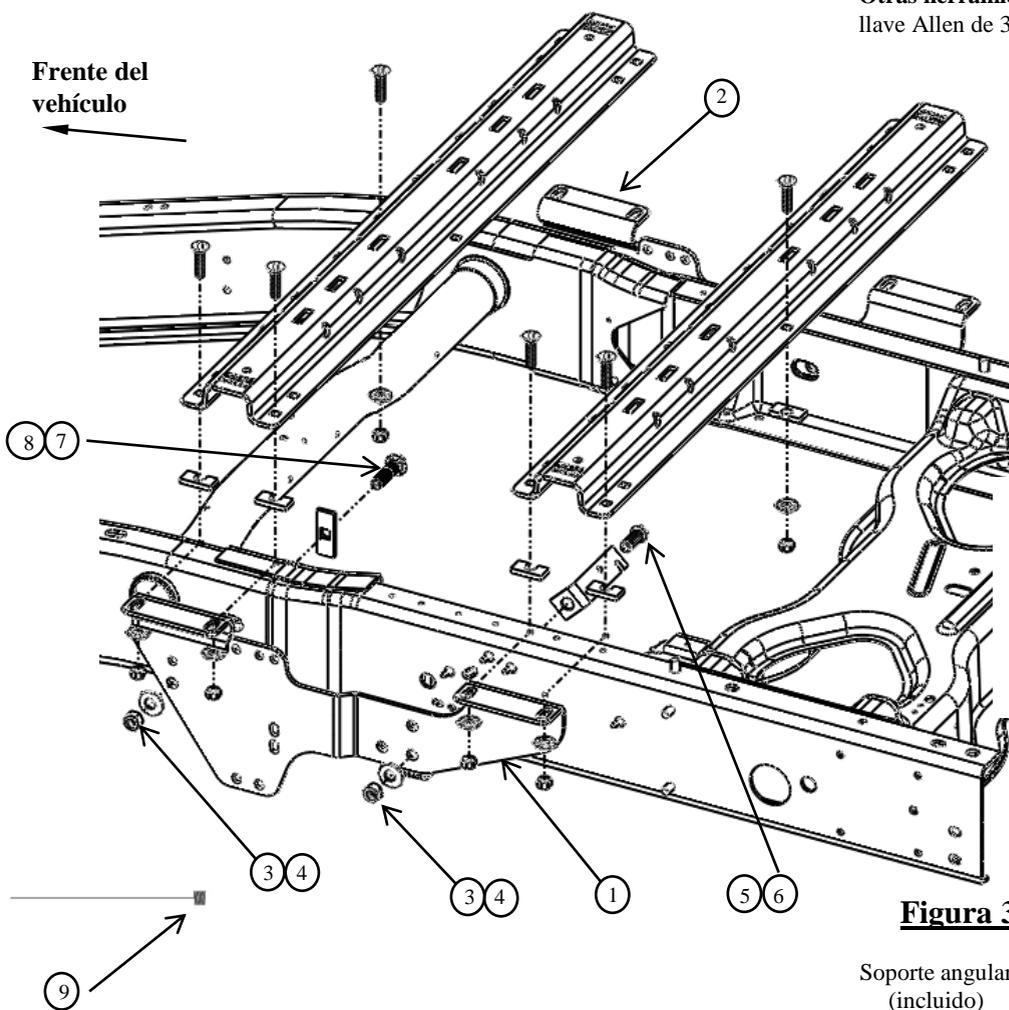

Figura 3
Cuando instale según la Figura 3 y 6, durante la perforación proteja el tanque de combustible y los tubos de relleno, líneas de frenos y arnés de cables colocando un pedazo de metal entre el piso de la caja y los componentes que estén potencialmente en riesgo del lado del conductor. Esto impedirá que perforo en estos elementos.
7. Sujete los soportes del bastidor a los largueros del bastidor del vehículo como se muestra en la figura 3. Pase el perno de casquete (6) a través de la arandela cónica (4) y luego del interior de la ranura trasera del bastidor del vehículo. Coloque el soporte de montaje (1), la arandela cónica de (4) y la tuerca (3) y apriete a mano. En vehículos Pickups con controlador de freno OE, remítase al paso 2 de instalación para reubicar el enchufe con el soporte angular. Use el perno de casquete (6) para unir el soporte angular al interior del bastidor (ver Figura 4c), el soporte angular irá entre la arandela plana y el bastidor.
8. La ranura delantera del bastidor del vehículo requerirá el uso del cable de halar (9) suministrado para instalar el perno de carruaje al interior del bastidor del vehículo. Pase el extremo enrollado del alambre a través del exterior del bastidor, halando lo suficiente para insertar el bloque de carruaje rectangular (8) y el perno de carruaje de 5/8" (7) en el cable de halar. Halar el cable hacia atrás a través del bastidor permitirá la instalación del soporte de montaje, la arandela cónica (4) y la tuerca (3). Apriete a mano la tuerca en su lugar.